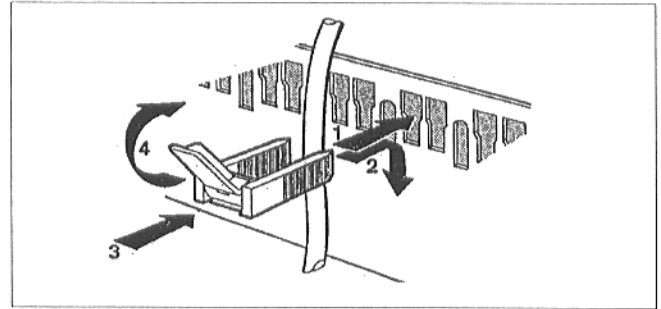

Abb. 45: Einzelheit "A"
- Kabelschelle mit eingelegter Leitung von oben in die Schlitz des Schellenrahmens einsetzen; der Steg des Hebels muß dabei nach oben zeigen. Kabelschelle herunterschieben und gegedrückt. Hebel nach oben umlegen (Abb. 45).